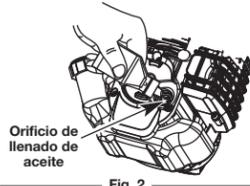

Fig. 2
- Vierta todo el contenido de la botella de aceite en el cigüeñal (Fig. 2).